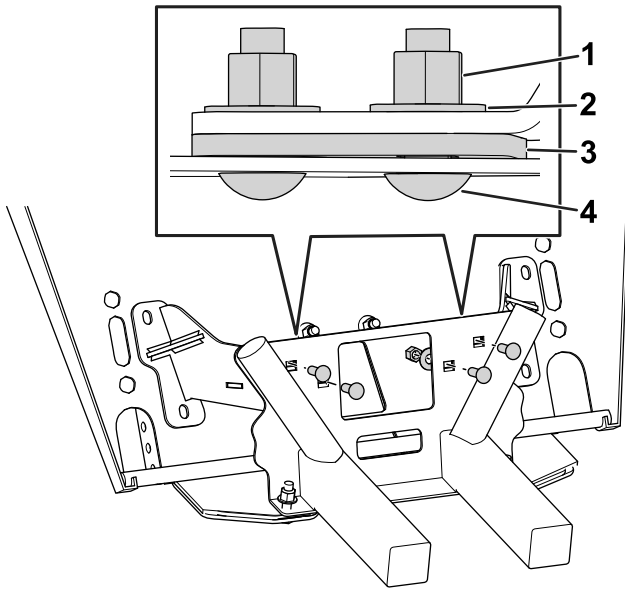

Figure 2
6. Avec 4 boulons de carrosserie ($\frac{3}{8}$ po), 4 rondelles, 4 écrous ($\frac{3}{8}$ po) et 2 entretoises, fixez légèrement les supports au cadre du véhicule (**Figure 2**).
Remarque: La Figure 2 représente l'entretoise complète comprise dans ce kit. Utilisez le nombre correct d'entretoises pour votre véhicule.